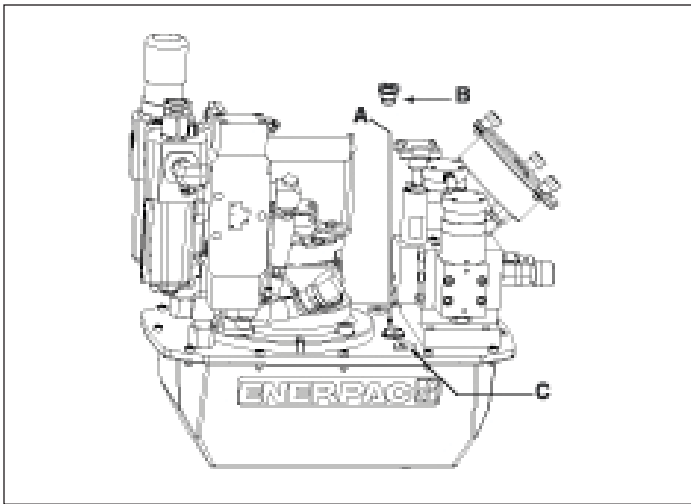

Figura 2, Instalación del tapón de aireación ZA4T
4.1 Tapón de aireación del depósito (véase Figura 2)
Verifique el nivel de aceite de la bomba antes de arrancar, y si es necesario, añadir aceite quitando el tapón de llenado.. Asegurarse siempre de que las llaves se encuentran completamente retraídas antes de agregar fluido al depósito. Véase Figura 2.